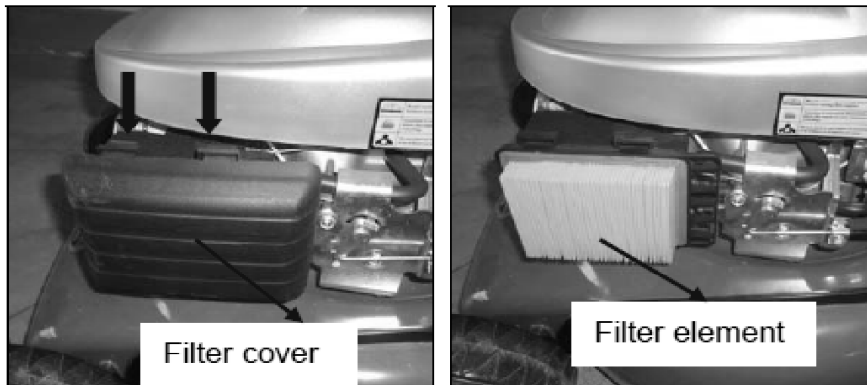

Fig.13A Fig.13B
1. Appuyez sur les deux languettes en haut du couvercle du filtre. (Fig.13A)